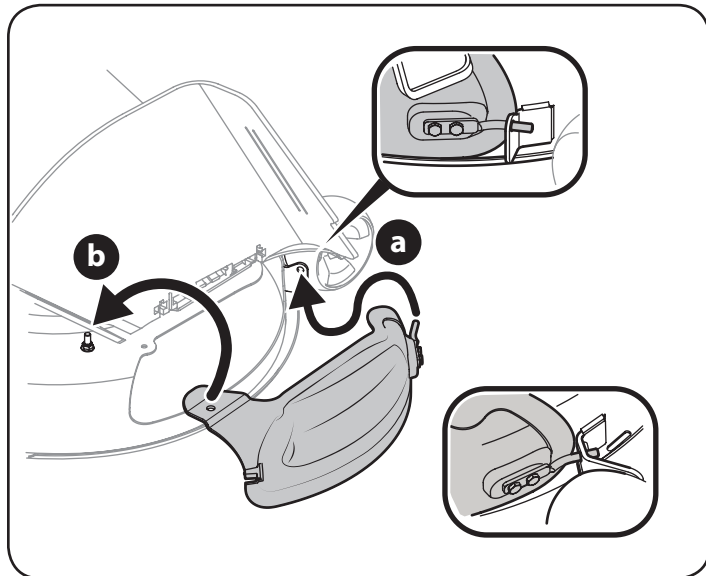

Figure 4
- Pour installer le couvercle de déchiqueteuse, faites pivoter la goutlotte d'évacuation vers le haut. Consultez la Figure 4. Insérez la tige du couvercle de déchiqueteuse dans l'orifice situé sur le support (ou sur le support de la roue du plateau de coupe, sur les modèles qui en sont équipés).